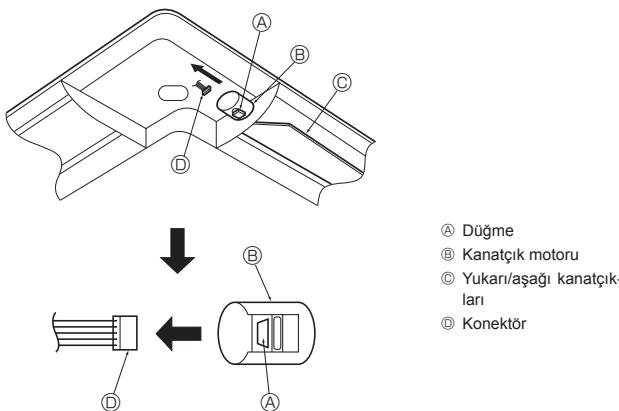

Fig. 10-16
10.4. Yukarı/aşağı hava akımı yönünün sabitlenmesi (Fig. 10-16)